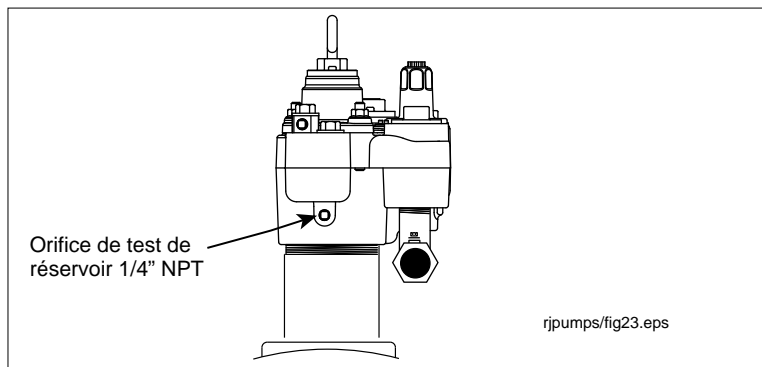

Figure 43. Orifice de test du réservoir sur le collecteur
2. Retirez et conservez le bouchon de l'orifice de test de réservoir 1/4" NPT et raccordez l'équipement de test du réservoir (voir la Figure 43).